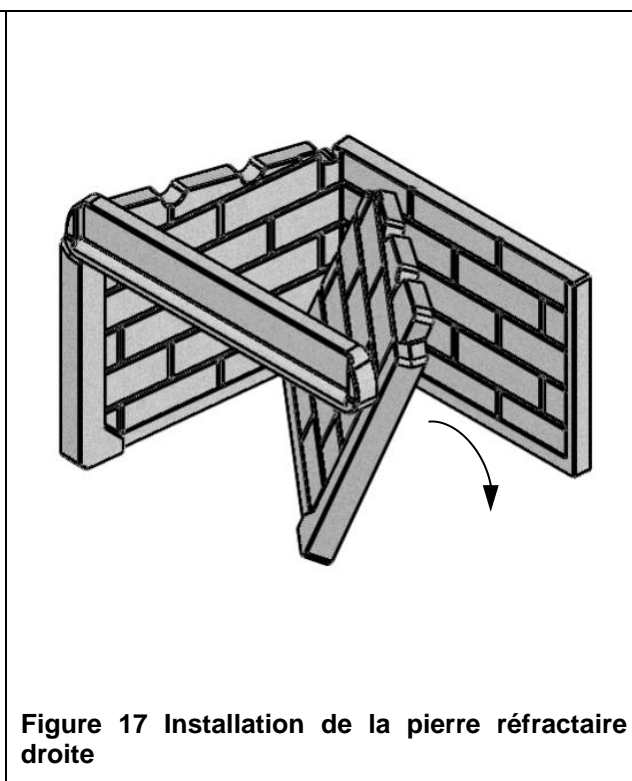

Figure 17 Installation de la pierre réfractaire droite
2. Puis faites passer le déflecteur (1) par-dessus les deux autres tuyaux, en vous assurant de bien l'orienter : partie étroite vers l'arrière et rainures vers le bas.
4. Continuez en plaçant la pierre réfractaire arrière (2), puis placez la pierre réfractaire de gauche (3).
5. Puis insérez la pierre réfractaire de droite (4) dans la boîte à feu, mais sans la mettre en place. Assurez-vous qu'elle soit bien appuyée contre le coin arrière droit de la boîte à feu tout en étant penchée à 45° entre la pierre réfractaire arrière et le côté droit de la boîte à feu alors que le bas de la pierre réfractaire droite est à peu près au milieu de la boîte à feu et le haut penche vers le coin arrière droit (voir Figure 17) .
6. Continuez en insérant la pierre réfractaire du haut (5) dans la boîte à feu. Déposer son extrémité gauche sur le haut de l'avant de la pierre réfractaire gauche. Levez l'extrémité droite de la pierre réfractaire du haut afin de la maintenir à l'horizontale, puis faites glisser la pierre réfractaire de droite pour la mettre à sa place. La pierre réfractaire du haut est alors soutenue par les deux pierres latérales.
8. Finalement, mettez en place la pierre réfractaire du devant (8).